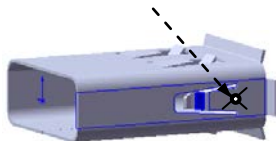
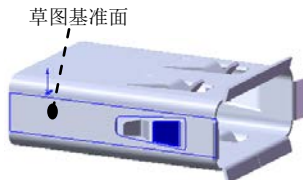

图 10.84 绘制的折弯 17
图 10.87 绘制的折弯 18
Step27. 创建图 10.84 所示的钣金特征——绘制的折弯 17。
(1) 选择下拉菜单 **插入(I)** → **钣金(B)** → **绘制的折弯(S)...** 命令。
(3) 定义绘制的折弯参数。在图 10.84 所示的位置处单击，确定折弯固定侧；在 **折弯位置:** 选项选取“折弯在外”按钮 ，单击  按钮，并在其后文本框中输入角度值 45；取消 ☐ **使用默认半径(U)** 复选框，在  文本框中输入折弯半径值 1。
(4) 单击  按钮，完成绘制的折弯 17 的创作。
Step28. 创建图 10.87 所示的钣金特征——绘制的折弯 18。
(1) 选择下拉菜单 **插入(I)** → **钣金(B)** →  **绘制的折弯(S)...** 命令。
(2) 定义横断面草图。选取图 10.87 所示的模型表面为草图基准面，绘制图 10.89 所示的横断面草图。